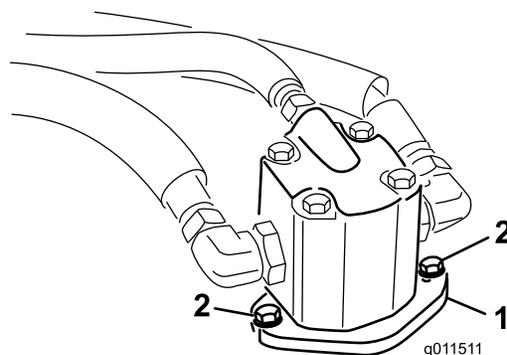

Figure 70
- Enlevez les boulons qui fixent le moteur hydraulique au plateau de coupe (Figure 70). Soulevez le moteur et placez-le sur le dessus du plateau de coupe.